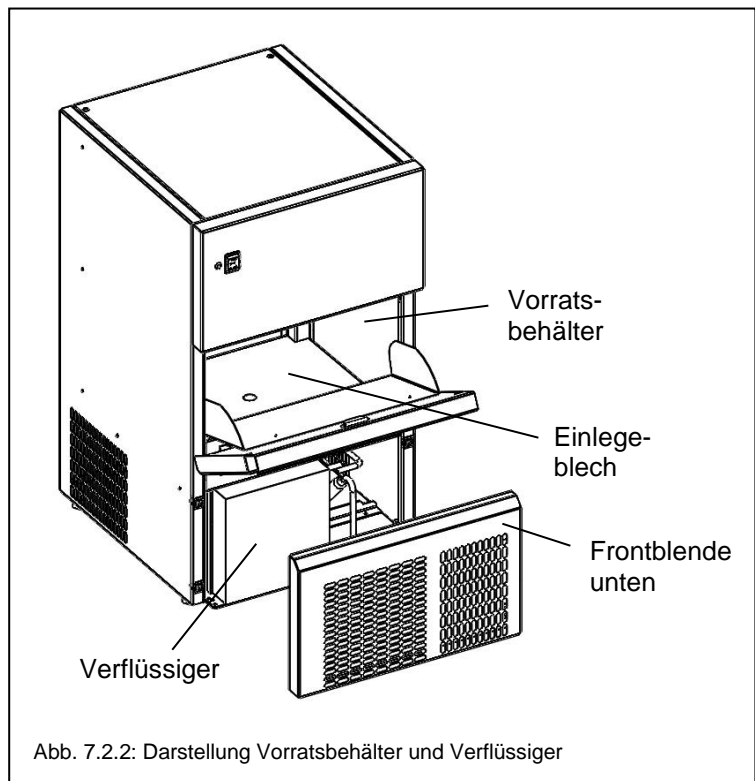

Abb. 7.2.2: Darstellung Vorratsbehälter und Verflüssiger
2. Frontblende unten entfernen (siehe Abb.7.2.2).